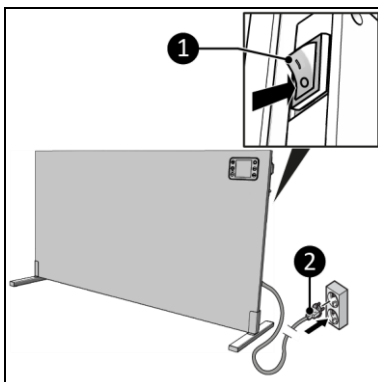

Figure 15
2. Assurez-vous que le commutateur principal est en position OFF (figure 15, pos. 1).
3. Insérez la fiche d'alimentation (figure 15, pos. 2) dans une prise murale reliée à la terre et facilement accessible. Utilisez une prise murale mise à la terre d'une puissance minimale de 1000 watts.